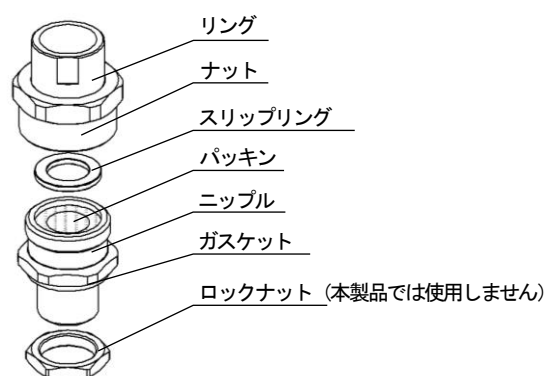

図 1 ケーブル引込器具分解図（構造図）
- ① HPLN シリーズは器具本体部とトップカバーとが分離できる構造のため、まずトップカバーを M8 ボルト、またはナットで強固に取付けてください。振動により緩む恐れがある場合には、ばね座金等で緩み止めの処置をしてください。
- ② 配線に際して
- ・ ケーブル引込器具は、UGA 形ケーブル引込器具を使用してください。（図 1）
- ③ ケーブル引込器具（UGA 形ケーブル引込器具）の取付けと入線手順